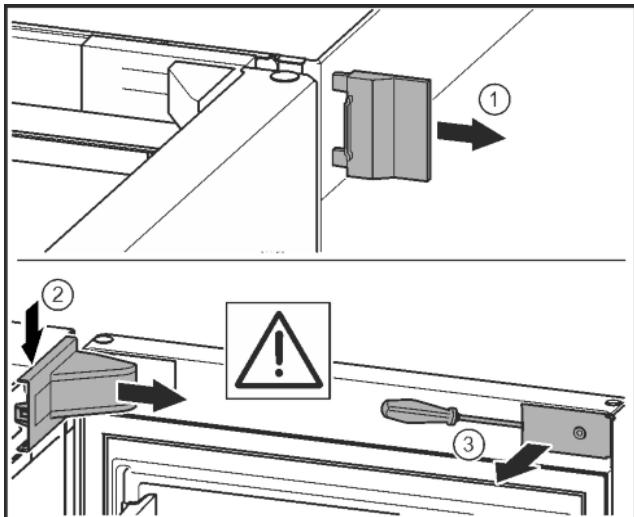

Fig. 11*
- Свалете външния капак.* Fig. 11 (1)
- Освободете и развийте капака на лагерната стойка. Свалете капака на лагерната стойка.* Fig. 11 (2)
- Освободете капачката с плоска отвертка и я завъртете настрани.* Fig. 11 (3)